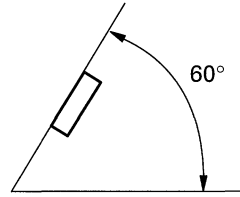

Fig. 5
- Si el ángulo de la instalación excede los 60° del lado horizontal, la unidad podría no brindar su óptimo funcionamiento. (Fig. 5)